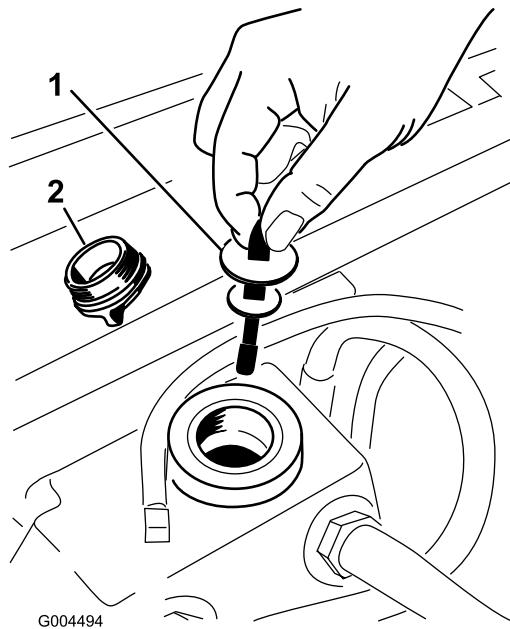

Figure 68
3. Enlevez le bouchon (Figure 68) du goulot de remplissage du réservoir hydraulique.
4. Retirez la jauge et essuyez-la sur un chiffon propre (Figure 68).
5. Remettez la jauge dans le goulet de remplissage, sortez-la de nouveau et vérifiez le niveau de liquide (Figure 68).